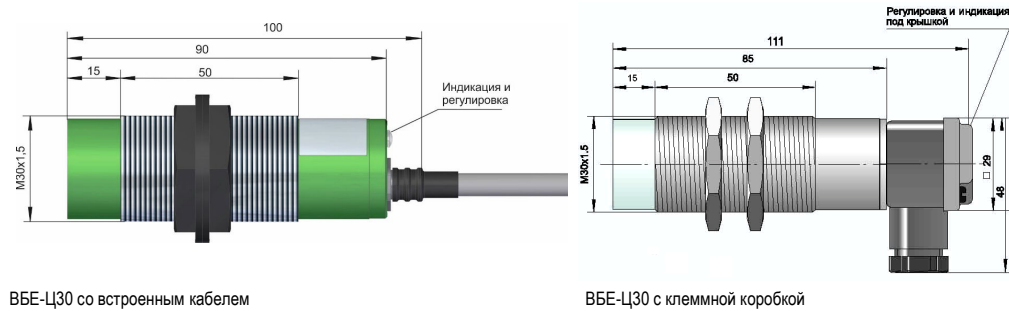
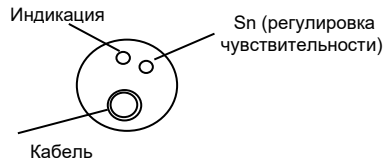

Рисунок 1
Рисунок 2
3.2 Выключатели выполнены в виде пластмассового цилиндрического корпуса с резьбой. Корпус имеет крышку с кабелем подключения (исполнение С, В) или клеммную коробку (исполнение К), средства индикации и органы регулировки. Для обеспечения механической прочности внутренняя полость корпуса залита компаундом. Внешний вид выключателей и расположение индикации и органов регулировки приведены на рис. 1, рис. 2.
3.4 Выключатели имеют светодиодную индикацию состояния коммутационного элемента. Индикатор (см. рис. 2) светится, когда коммутационный элемент включен.